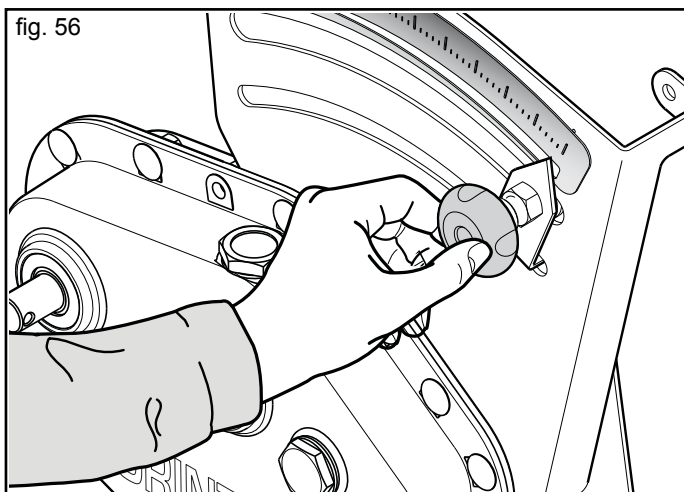

fig. 56
- 6) Afloje el tornillo de fijación situado en la regulación del cambio (Fig. 56) ...